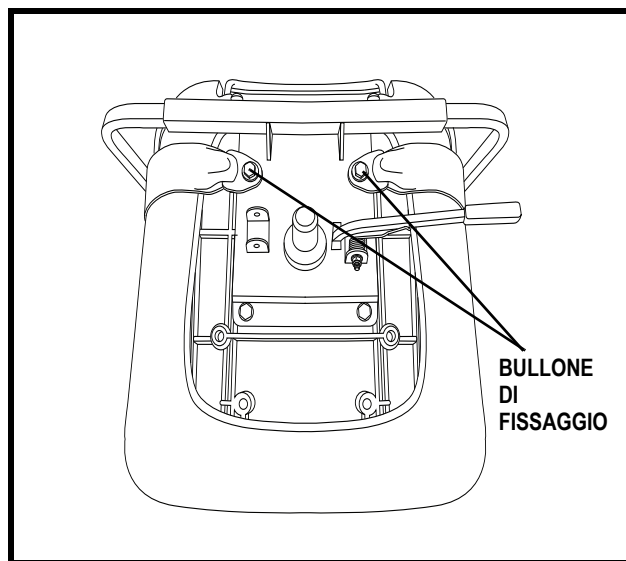

Figura 21. Bulloni per cinture di sicurezza
2. Posizionare la seduta a testa in giù per poter lavorare sulla base della seduta. **Vedere figura 21.**